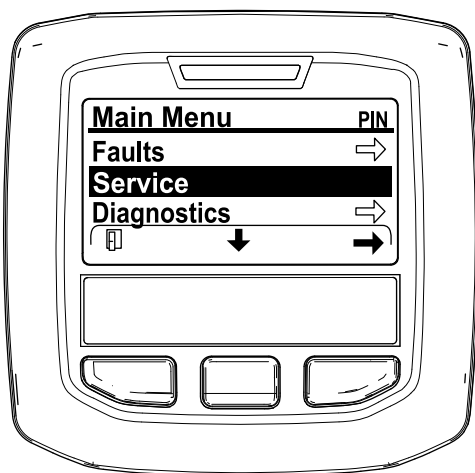

Figure 48
2. Naviguez jusqu'au MENU PRINCIPAL, appuyez sur le bouton central pour parcourir le menu MENU ENTRETIEN, et appuyez sur le bouton droit pour sélectionner l'option ENTRETIEN (Figure 48).